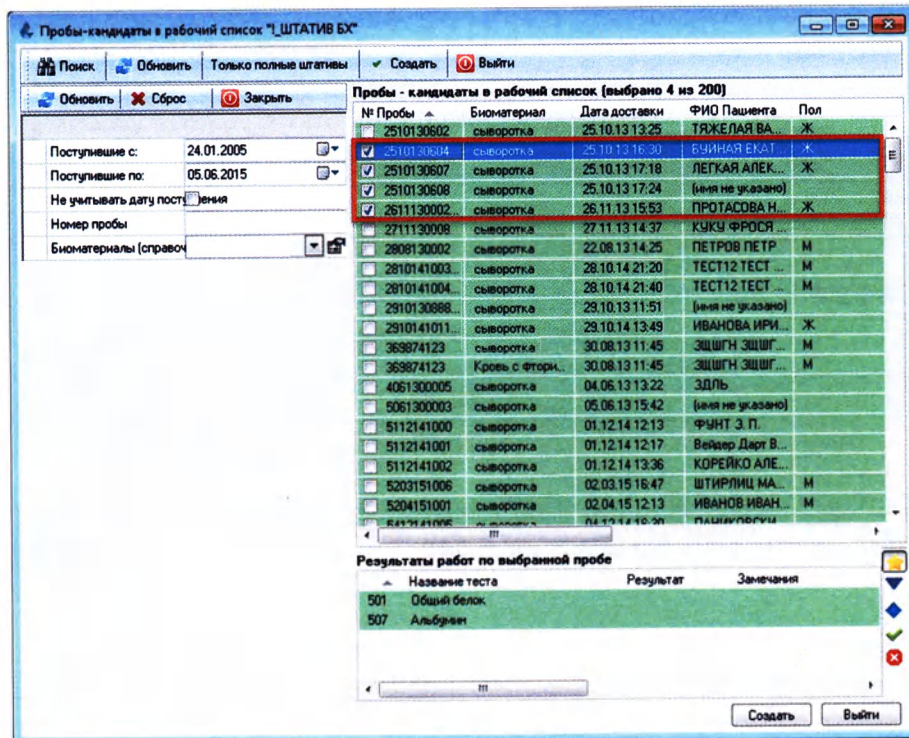

Рисунок 6.15
3. Выберите пробы из списка (Рисунок 6.15):